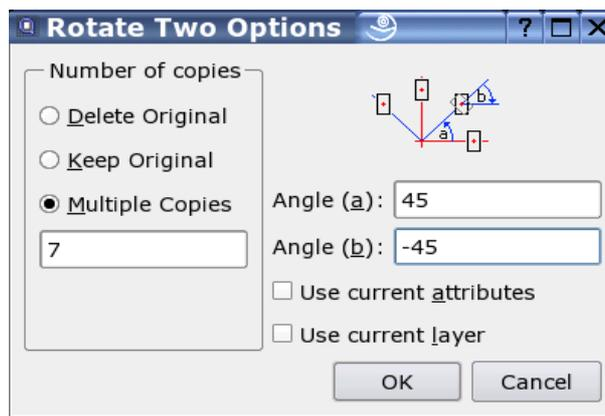

Abbildung 56: Dialog mit Optionen zum Rotieren von Objekten um zwei Zentren.
5. Der Dialog mit den Optionen zum Rotieren von Objekten um zwei Zentren wird angezeigt (Abbildung 56). Um die selektierten Objekte zu verschieben aktivieren Sie "Original löschen", um sie zu kopieren "Original beibehalten". Ausserdem können Sie mehrere Kopien auf einmal erstellen indem Sie "Mehrere Kopien" wählen und die Anzahl Kopien im Textfeld darunter eingeben. Bitte beachten Sie, dass '9' neun Kopien erstellt und das Original beibehält. Nach dem Kopiervorgang sind also insgesamt 10 Stück der Selektion vorhanden. Alle kopierten Objekte haben die gleichen Attribute und den gleichen Layer wie die Original Objekte. Um dieses Verhalten zu ändern und alle neu erstellten Objekte mit den aktuellen Attributen oder auf dem aktuellen Layer zu erstellen, aktivieren Sie "Aktuelle Attribute verwenden" respektive "Aktuellen Layer verwenden".